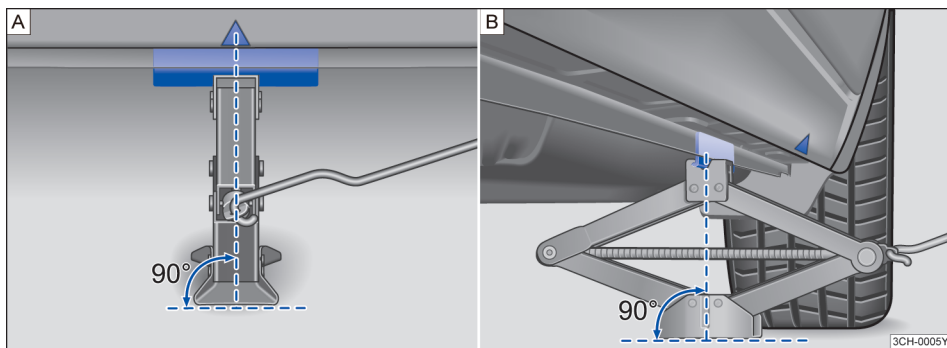
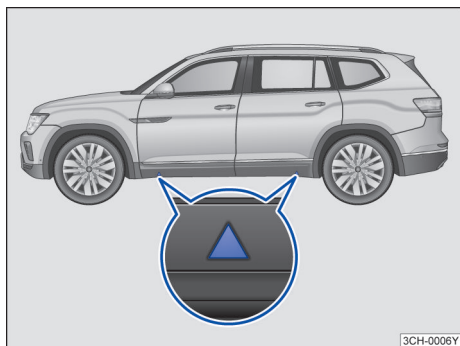

图 233 将千斤顶放在汽车左后侧
图 234 汽车千斤顶的支撑点
汽车千斤顶只允许放置在图示支撑点（车身上的标记）处→图 234 或 →图 233。在每个车轮旁都有相应的支撑点→▲。
5. 在车身底部下方找到靠近更换的车轮侧的千斤顶支撑点→图 234。